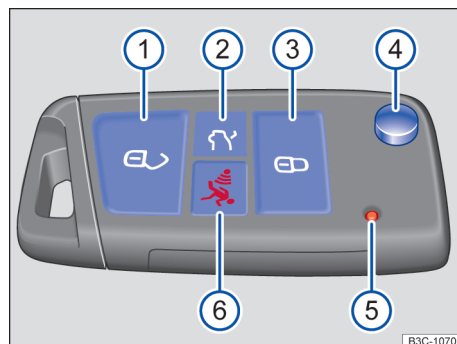
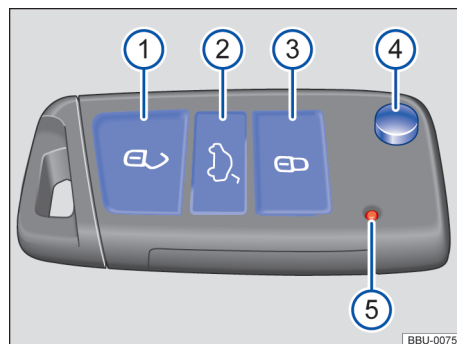
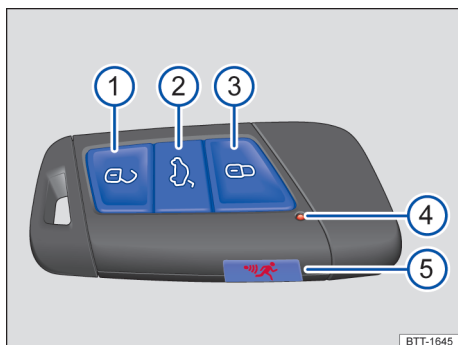

Fig. 53 Chave do veículo com botão do alarme (variante 1).
Fig. 54 Chave do veículo sem botão do alarme (variante 2).
Fig. 55 Chave do veículo.
Legenda para Fig. 53 e → Fig. 54:
Legenda para Fig. 55:
Pressionar os botões de alarme → Fig. 53 ⑥ ou → Fig. 55 ⑤ somente em casos de emergência! Após pressionar o botão do alarme, a buzina é ativada e as luzes piscam. Pressionar novamente o botão do alarme, para desligá-lo.
Pressionando o botão → Fig. 53 ④ ou → Fig. 54 ④, a haste da chave é destravada e rebatida para fora.
i Se os botões da chave do veículo → Fig. 53 ou → Fig. 54, ou um dos botões do travamento central → Página 75 forem acionados repetidas vezes em curto intervalo de tempo, ocorrerá um desligamento temporário do travamento central para proteção contra sobrecarga. Nesse caso, o veículo fica destravado. Travar o veículo se necessário.